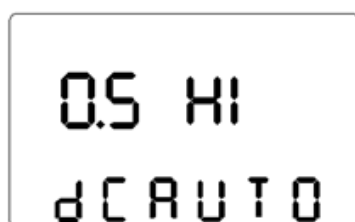

Figura 5.18: Configuração da partida automática CC do Studio
- Configuração do tempo de reinício automático CC, de 0,5 a 8,0 horas, conforme Figura 5.18.